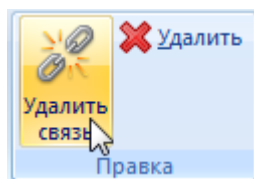

Рис. 8-11 – Кнопка «Удалить связь» панели «Правка»
- 3) Нажать кнопку «Удалить связь» панели «Правка» (рис. 8-11).